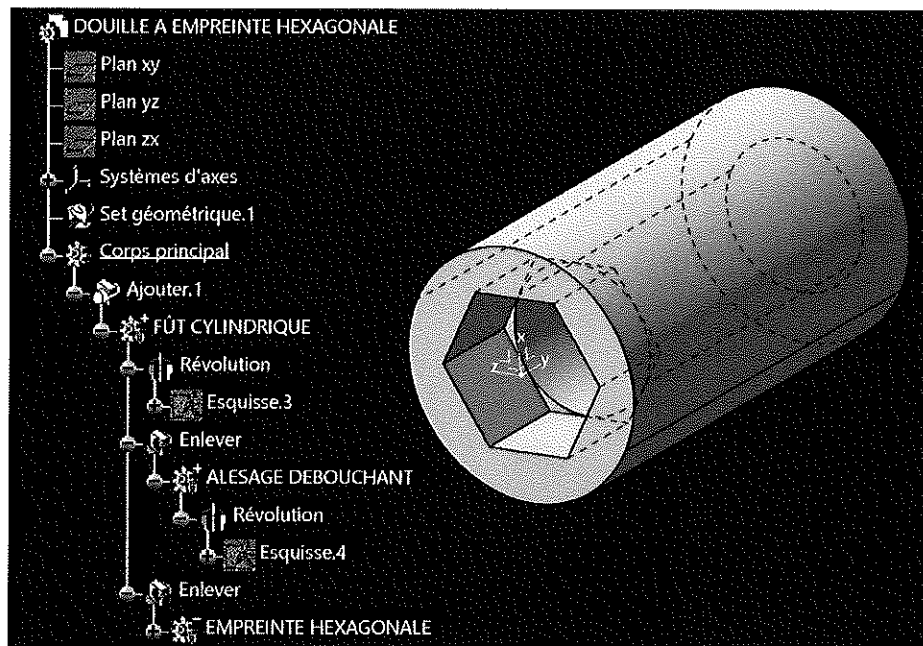

Figure 5. P₁ : Douille à empreinte hexagonale
- P_1 : Douille à empreinte hexagonale (Figure 5)
Q3. Quelle primitive de CATIA est utilisée pour modéliser l’empreinte hexagonale dans la pièce P₁ (Figure 5) ?